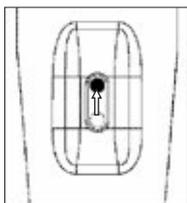

Figura 21
- Mova um corredeira da tampa para cima a fim de expor os pontos de medição (Figura 21);